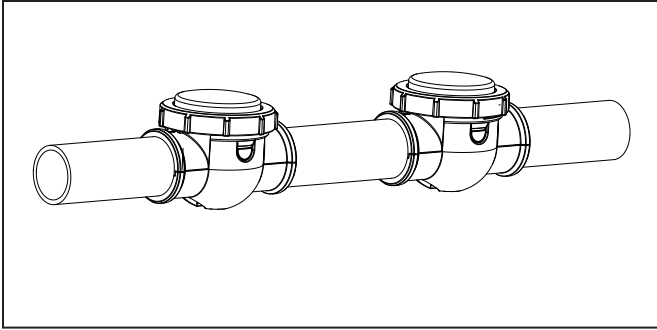

Figure 30. Installation du bouchon d'hivernage
7. Fixer le bouchon d'hivernage (Voir Figure 30)